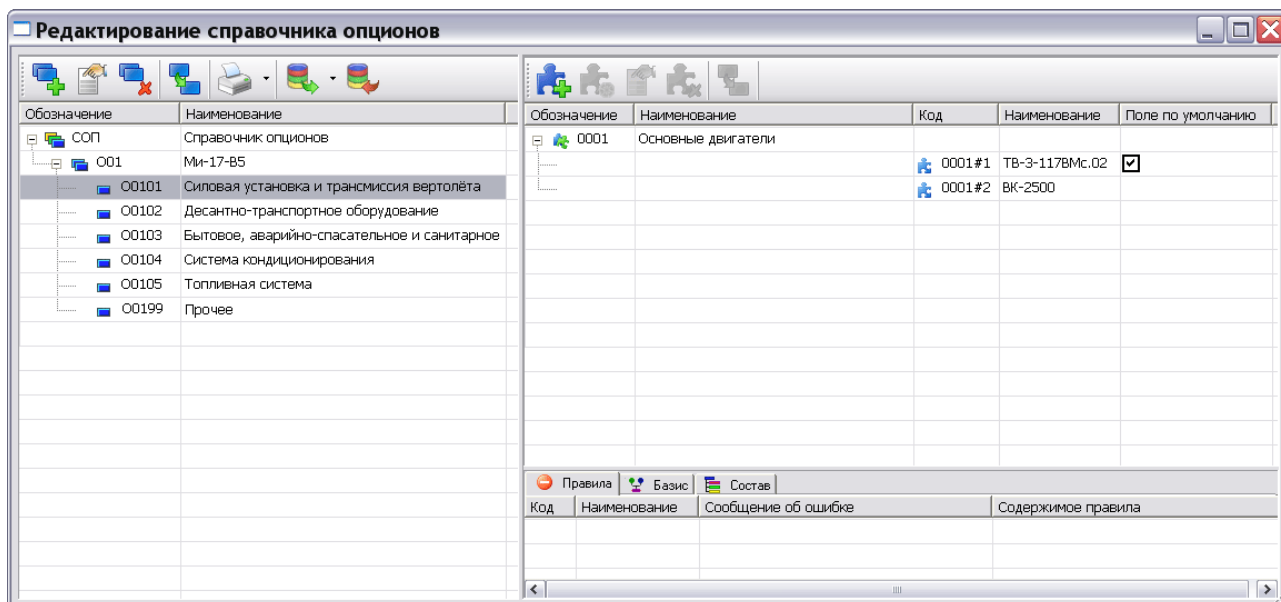

Рис. 19
8. После ввода всех параметров опциона нажмите на кнопку ОК. Информация о параметрах опциона и его значениях появится в правом верхнем окне редактора (Рис. 19).